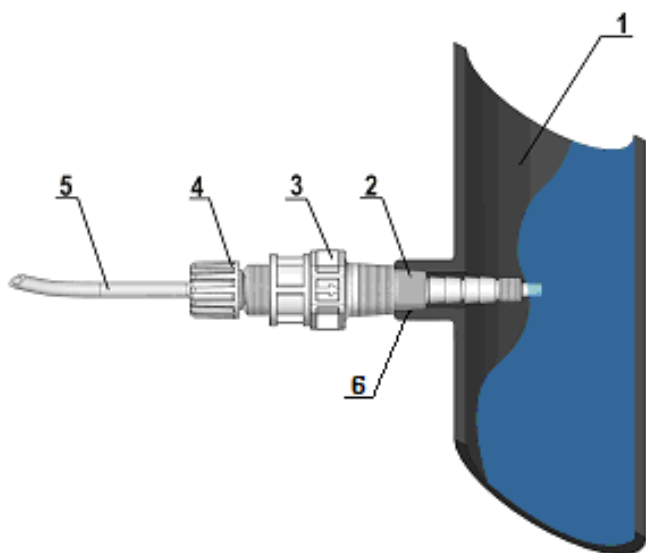

Рис. 6
- Вкрутите клапан впрыска в тройник ПВХ или трубу ПВХ (Рис.6), используя для герметизации PTFE ленту (фум ленту), как показано на Рис. 6. Вставьте напорный шланг сброса реагента из полиэтилена, как показано на Рис. 6. Устанавливаемый клапан впрыска реагента также является обратным клапаном.